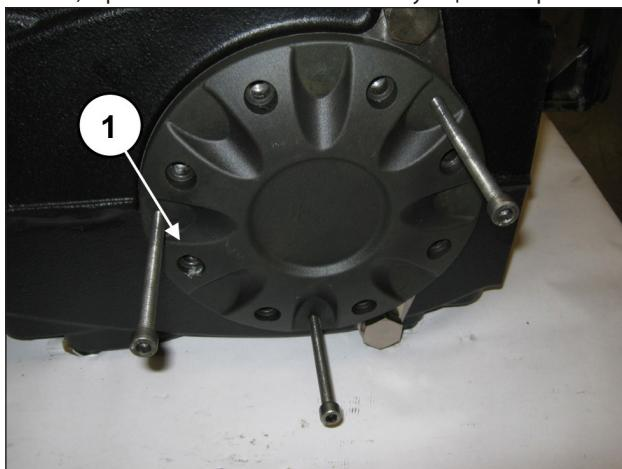

Рис. 28
Установите 3 штифта или винта с резьбой M8 (поз. ①, Рис. 28) в роли съемников в соответствующие отверстия.